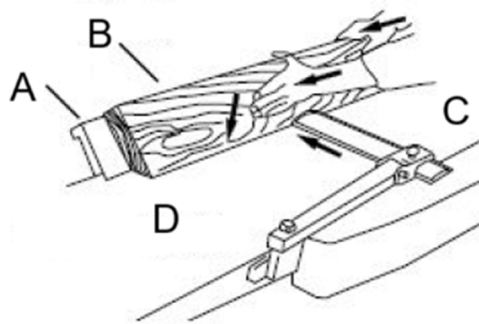

Abbildung 20
5. Führen Sie das Material durch die Messerwelle und stellen Sie sicher, dass die Oberfläche des Materials vollständig flach am Anschlag anliegt und die Kante einen festen Kontakt mit dem Ein- und Auslauftisch hat (Bild 20).